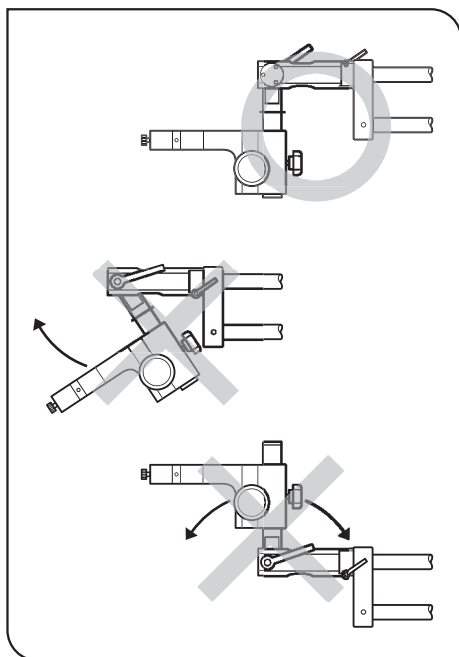

Fig. 13
4. När en TV-kamera eller fotografisk enhet är monterad på mikroskopet får detta inte lutas. Eftersom mikroskopet är tungt och systemets tyngdpunkt ligger högt, kan lossning av klämspaken leda till att mikroskopet plötsligt vrids, och förorsakar skador på TV-kamera, fotoenhet eller mikroskop. (Fig. 13) (För detaljer angående metoden, se sidan 13.)